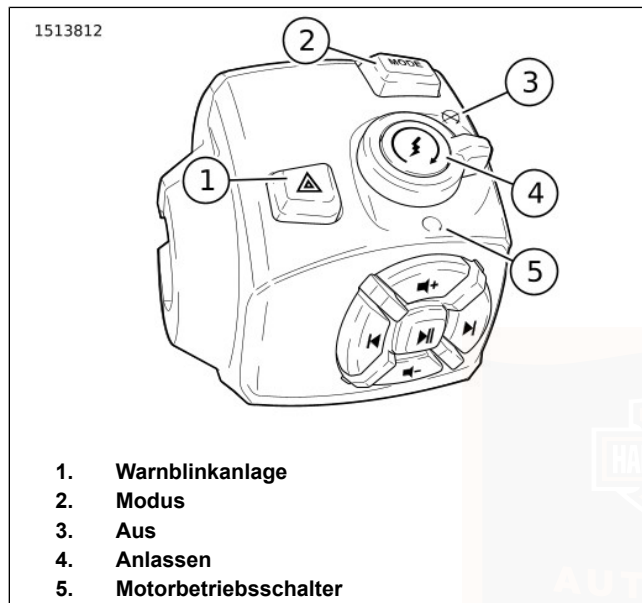

Abbildung 37. RHCM – oben
Siehe Abbildung 37. Der Warnblinkerschalter (1) dient zur dauerhaften Aktivierung des Vierfach-Warnblinkers bei einem liegengebliebenen Motorrad. Mithilfe der Warnlinker kann das Motorrad mit ausgeschalteter Zündung zurückgelassen werden, bis Hilfe geholt wird.
Siehe Abbildung 37. Die Modustaste (2) drücken, um den Fahrmodus zu ändern.
Siehe Abbildung 37. Den Motorbetriebsschalter in Stellung OFF (AUS) (3) drücken, um den Motor abzustellen.
Siehe Abbildung 37. Den Motorbetriebsschalter in Stellung RUN (BETRIEB) (5) drücken, damit der Motor starten und laufen kann. Der Motorbetriebsschalter muss sich in der Stellung RUN (BETRIEB) befinden, damit der Motor angelassen und betrieben werden kann.
Siehe Abbildung 37. Den Motorbetriebsschalter in Stellung RUN (BETRIEB) (5) drücken, damit der Motor starten kann.
1. Den Motorbetriebsschalter in die BETRIEB-Stellung bringen (5). Das Getriebe in den Leerlauf schalten. Die (grüne) Leerlauf-Kontrollleuchte leuchtet auf. Siehe FUNKTIONSWEISE > ANLASSEN DES MOTORS (Seite 121) >.
2. Den Anlasser durch Drücken des Anlasserschalters (4) betätigen.